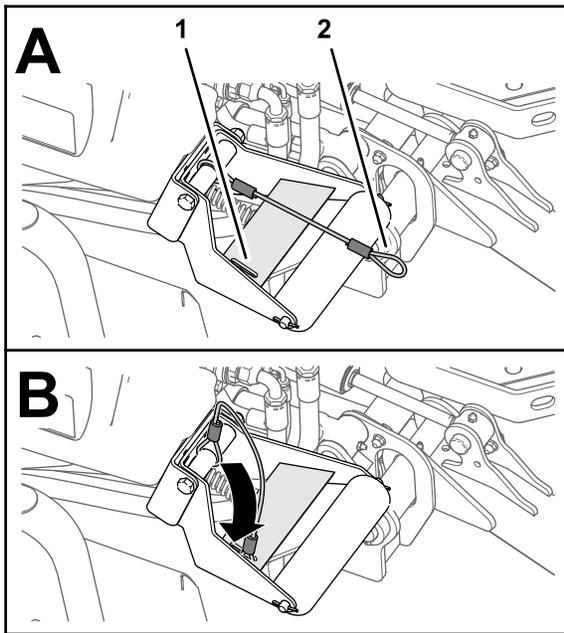

Figure 66
4. Les plateaux de coupe étant abaissés, enfiler la boucle du cordon dans la fente de la plaque de renfort du support de rouleau (Figure 66).